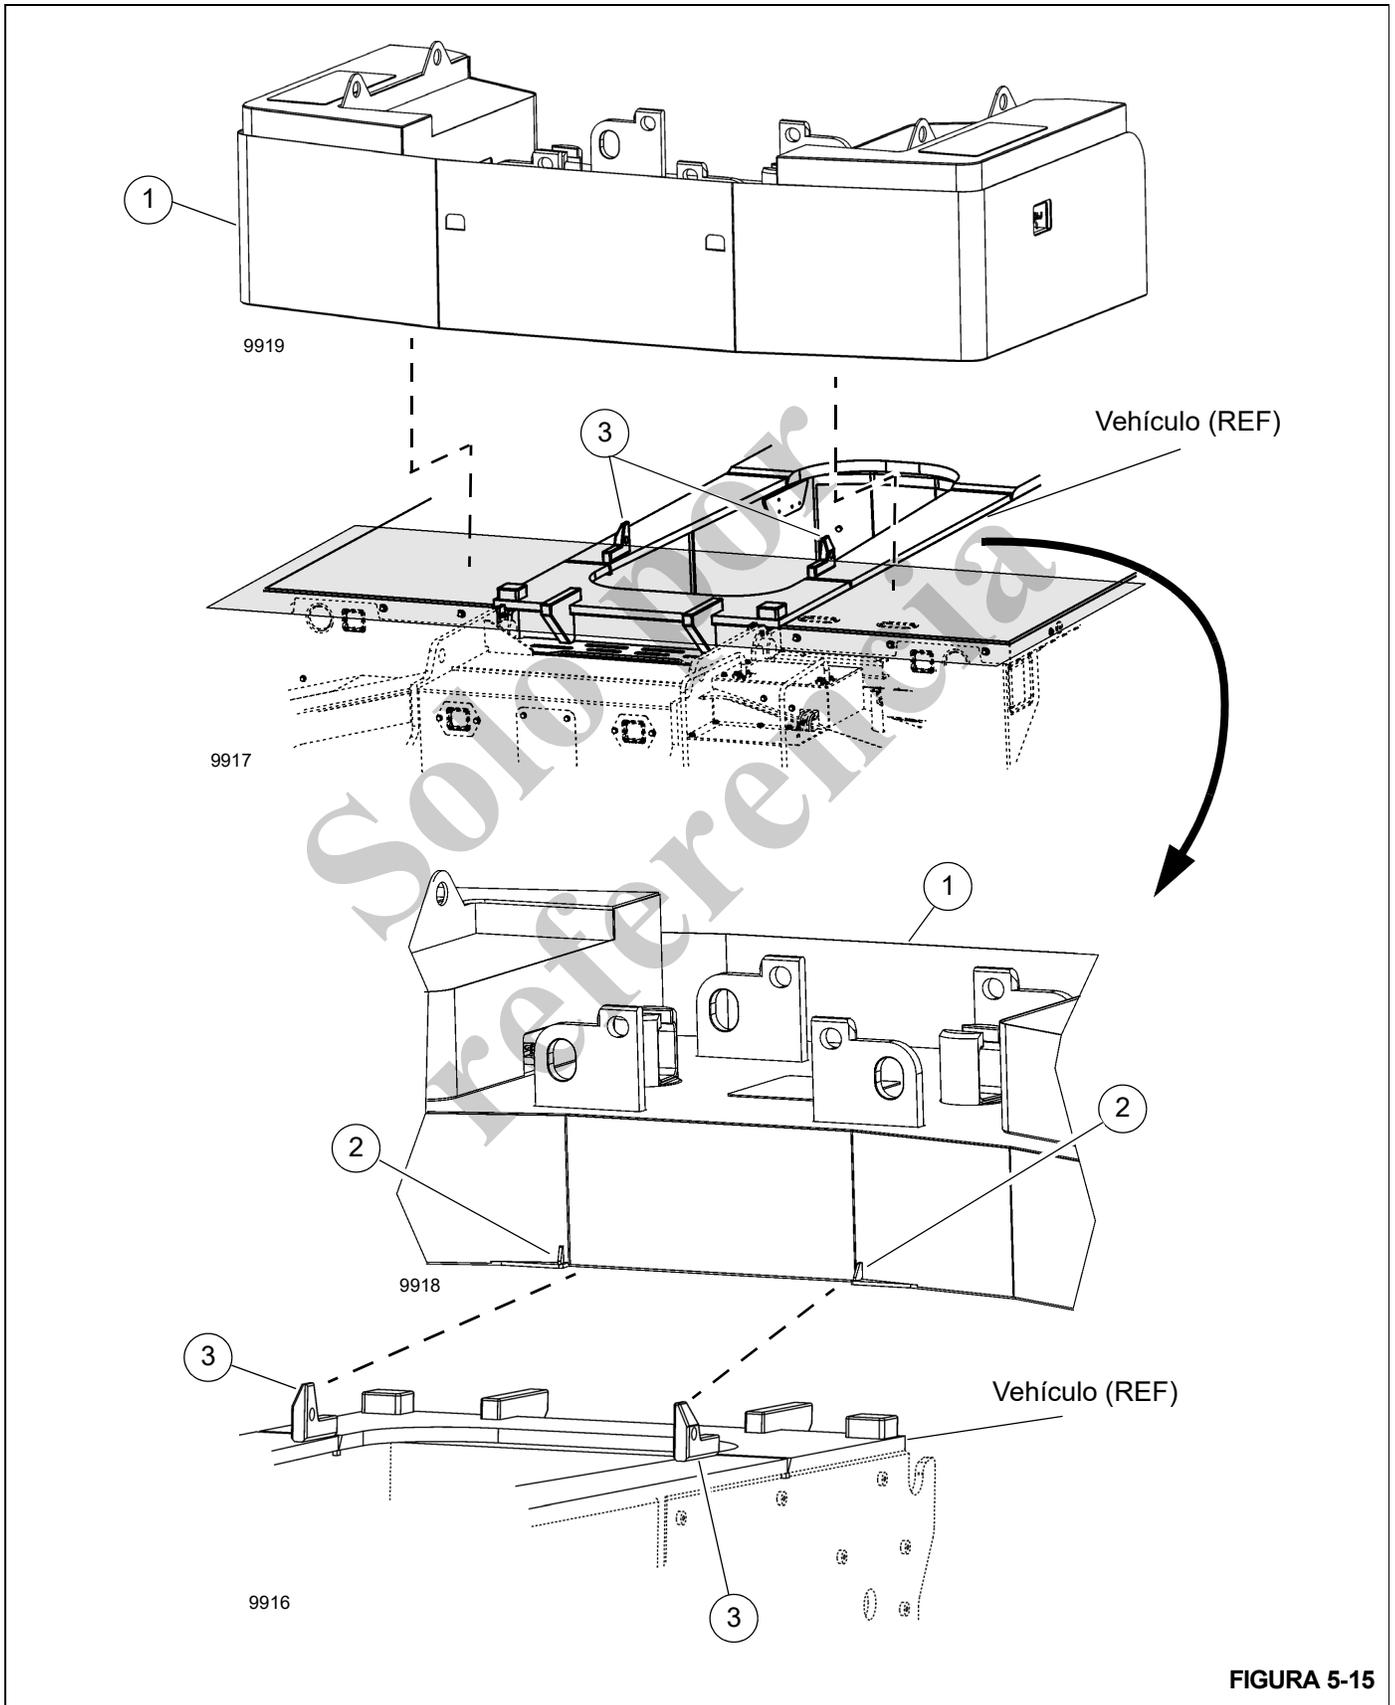

FIGURA 5-15
7. Eleve el contrapeso (1, Figura 5-15) y colóquelo en la plataforma de contrapeso del vehículo. Alinee las guías del contrapeso (2) situadas en la parte delantera del contrapeso con los topes del contrapeso (3) en la plataforma del vehículo. Asegúrese de que el contrapeso (1) esté alineado con sus topes (3).